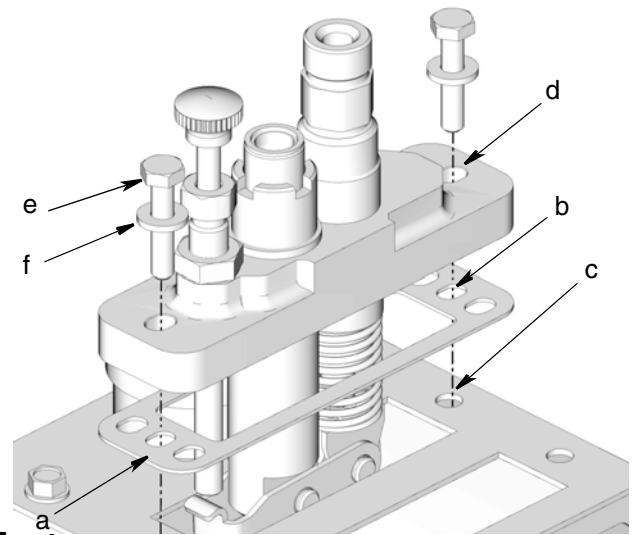

FIG. 1
2. Allineare la guarnizione (a) con l'apertura sulla parte superiore del coperchio del serbatoio assicurandosi che i fori (b) su entrambi i lati della guarnizione corrispondano ai fori di montaggio (c) nel coperchio del serbatoio (FIG. 1).
- Installare la pompa sul serbatoio allineando i fori (d) su entrambe le estremità della pompa con i fori di montaggio (c) nel coperchio del serbatoio (FIG. 1).